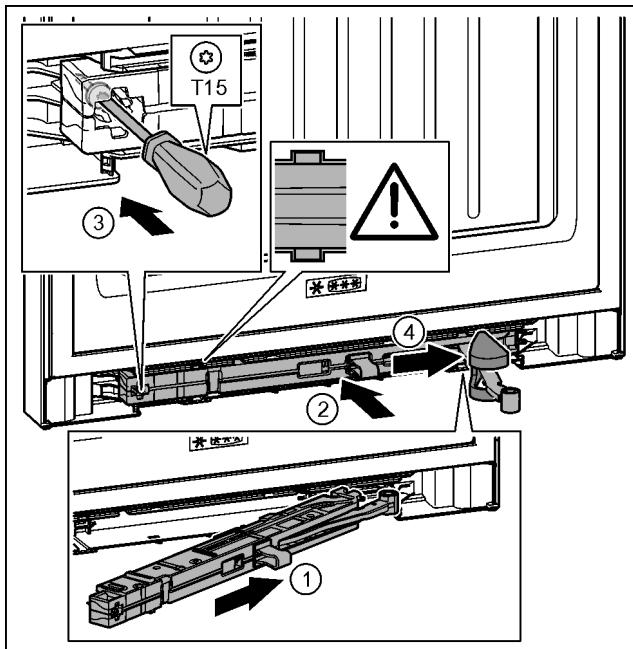

Fig. 39
- Schließdämpfereinheit auf der Lagerbockseite bis zum Anschlag schräg in die Aussparung einschieben. *Fig. 39 (1)*
- Schließdämpfereinheit vollständig in Aussparung schieben. *Fig. 39 (2)*
- Schraube mit einem Schraubendreher T15 festschrauben. *Fig. 39 (3)*
- Abdeckung über Gelenk schieben. *Fig. 39 (4)*